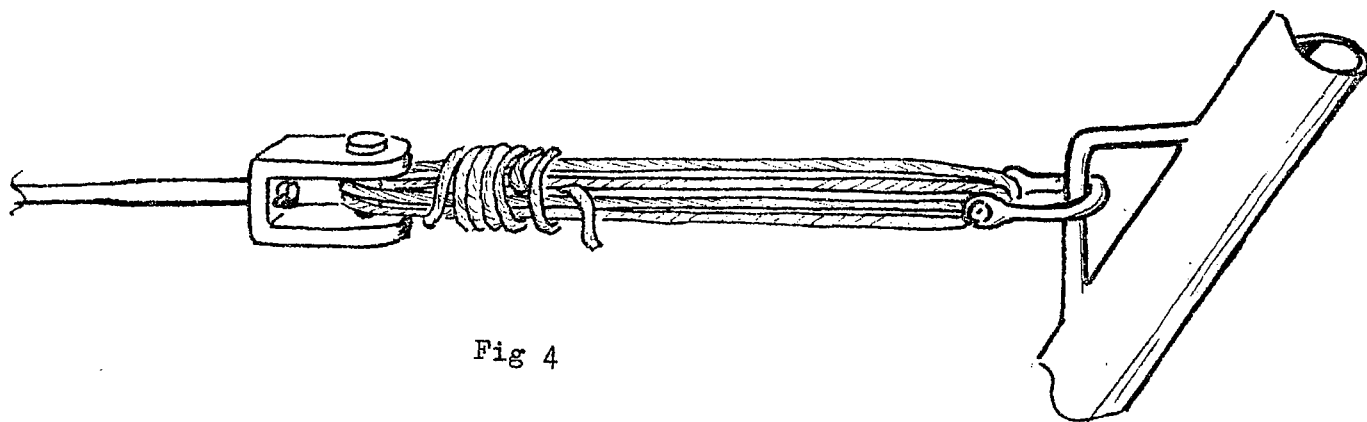

Fig 4
- 26 Montera bom, mantågsstöttor, mantåg, block eventuell sprayhood mm. Tejp runt mantågen vid stöttorna skyddar plasthöljet mot nötning. Mantågen fästs upp mot öglebult eller akterräcke enligt fig 4.